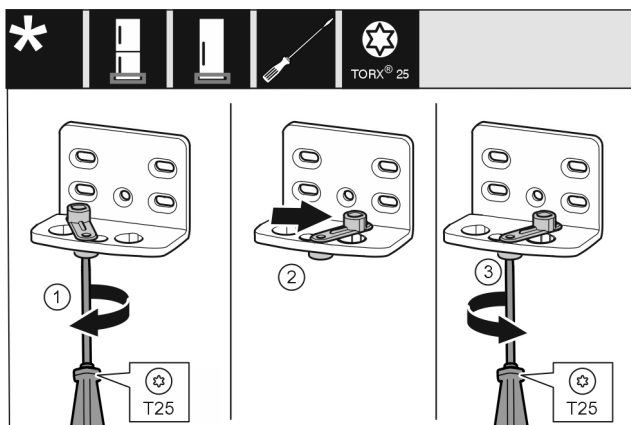

Fig. 17 \*
- ▶ Šroubovákem volně přišroubujte šroub Fig. 17 (1).\*
- ▶ Zvedněte pomůcku zavírání dveří Fig. 17 (2) a v otvoru ji otočte o 90° doprava.\*
- ▶ Šroubovákem šroub Fig. 17 (3) pevně utáhněte.\*